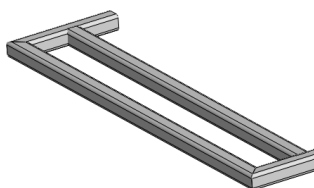

图 6-84 另外一侧的“剪裁/延伸”操作
STEP 5 同 **STEP 4**，在另外一个夹角执行“剪裁/延伸”操作，效果如图 6-84 所示。